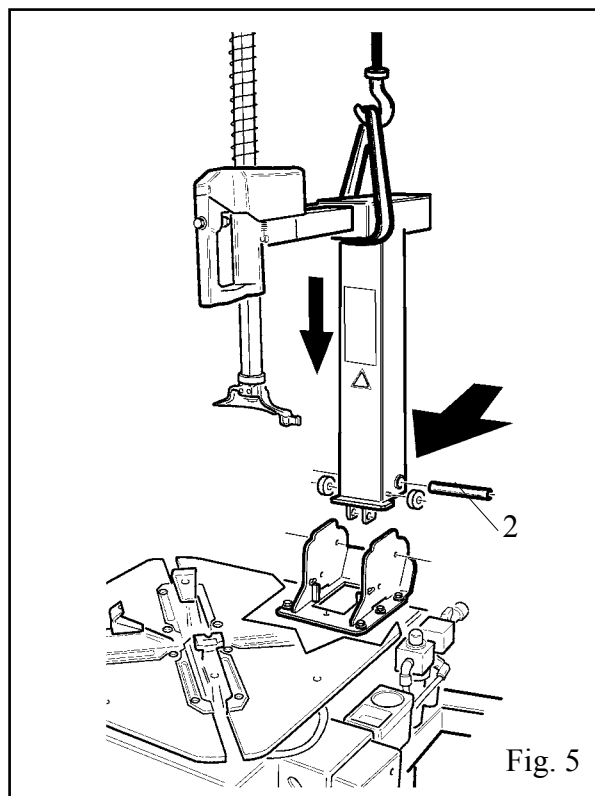

Fig. 5
lo come indicato in fig. 5
la vite (1). Fig. 5/6
Insérer le bras vertical dans le logement sur le bâti, comme indiqué en fig. 5
Den senkrechten Arm in die dazu bestimmte Stütze auf der Maschinengehäuse einfügen (siehe Abb. 5)